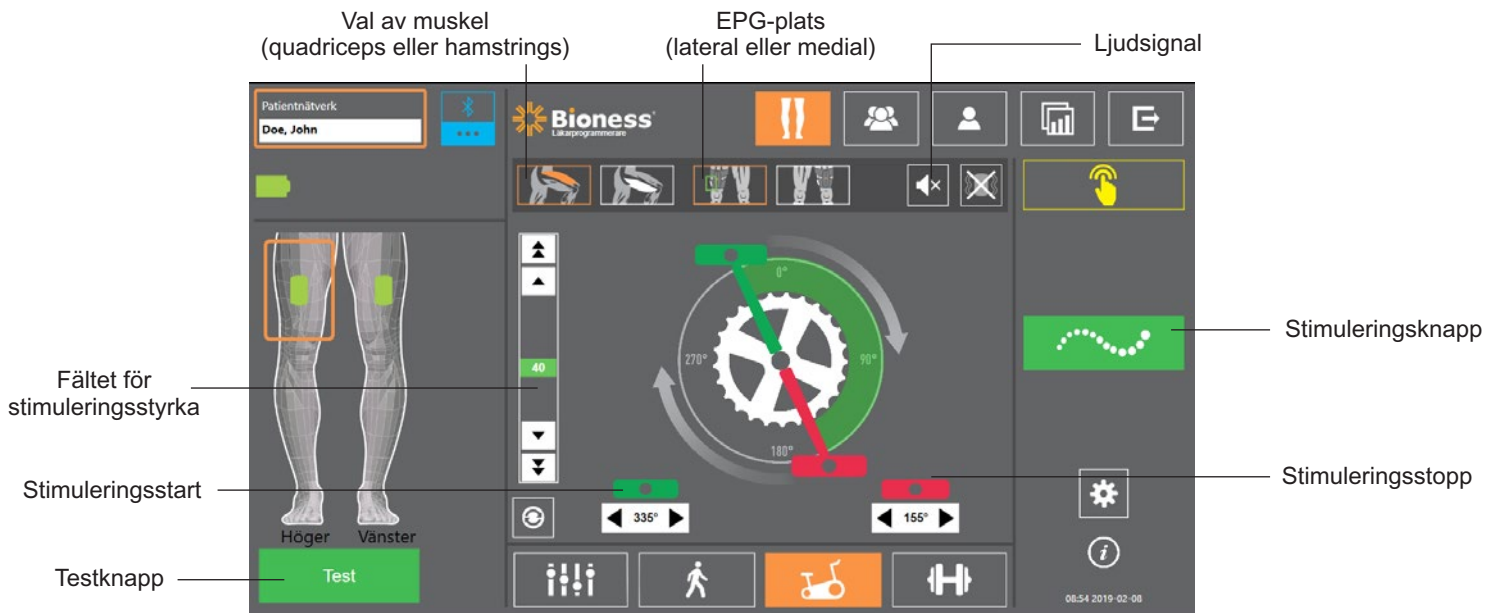

Bild 9-8: Programmera stimulering, skärmen med cykelträningstillningar
- Tryck på ikonen för cykelträningsskärmen . Se bild 9-8.
- Välj tillämplig muskelgrupp (quadriceps eller hamstrings) för manschetten Thigh Stand-Alone genom att trycka på tillämplig muskelvals knapp . Valet markeras i orange. Se bild 9-8.
- Välj EPG-enhetens fysiska placering (lateral eller medial) för manschetten Thigh Stand-Alone genom att trycka på EPG-platsikonen . Valet omges av en grön ruta. Se bild 9-8.
- För nya patienter ska du säkerställa att stimuleringsstyrkan är inställd på 0 med pilarna på fältet för stimuleringsstyrka. Se bild 9-8.
- Tryck på testknappen för att spara inställningen och aktivera stimulering. Öka successivt stimuleringsstyrkan till önskad nivå med hjälp av pilarna i fältet för stimuleringsstyrka. Se bild 9-8.
15. Finjustera stimuleringsstyrkan när patienten cyklar. Se bild 9-8.
Obs! Aktivering av ljudsignalsindikatorn kan hjälpa till att optimera inställningarna för start och stopp av stimulering. Se bild 9-8. Palpering av muskeln kan hjälpa till att avgöra när muskelsammandragning inträffar.